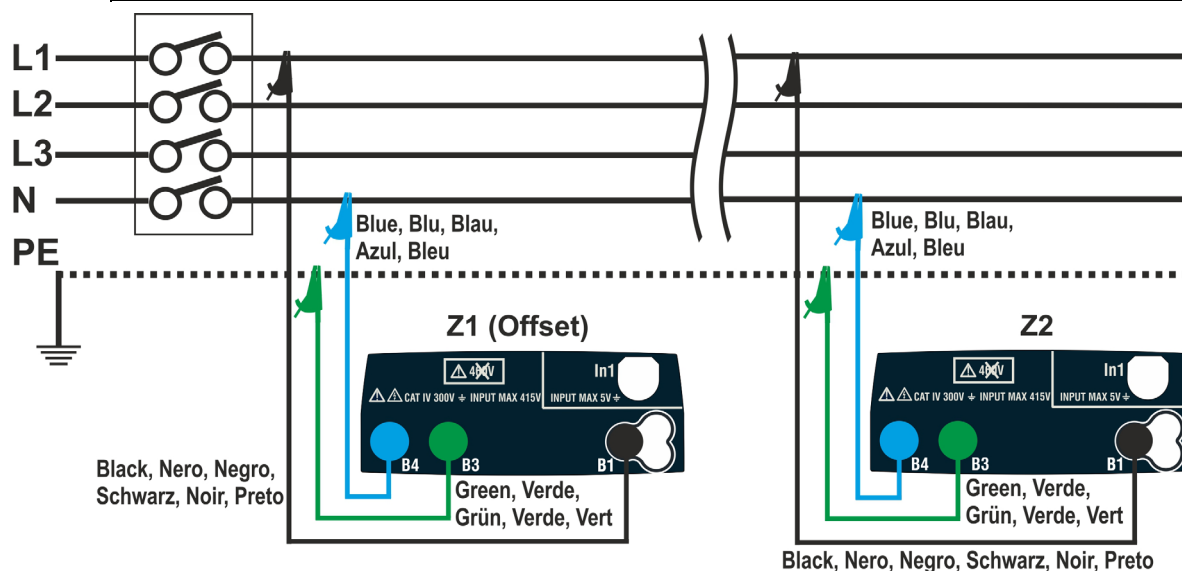
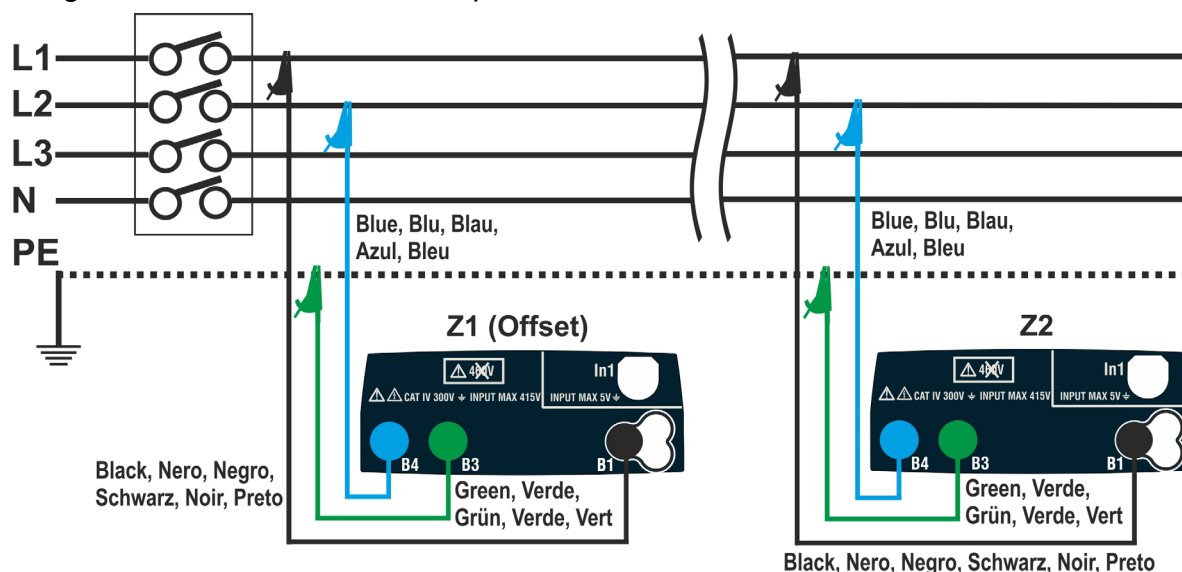

Fig. 40: Connexion instrument pour la mesure de chute de tension en mode L-N
Fig. 41: Connexion instrument pour la mesure de chute de tension en mode L-L
4. Brancher l'instrument au point de départ de la ligne principale testée (typiquement en aval d'un dispositif de protection) en fonction de la Fig. 40 ou Fig. 41 pour effectuer la première mesure d'impédance **Z1 (Offset)**. Dans ce cas, l'instrument mesurera l'impédance en amont du point de départ de la ligne principale testée en la prenant comme référence de départ. La page-écran suivante (se référant à la mesure L-L) s'affiche
7. Brancher l'instrument au point d'extrémité de la ligne principale testée conformément aux Fig. 40 ou Fig. 41 pour mesurer l'impédance **Z2** en fin de ligne. Noter la valeur Z1 (Offset) précédemment mesurée affichée sur l'écran